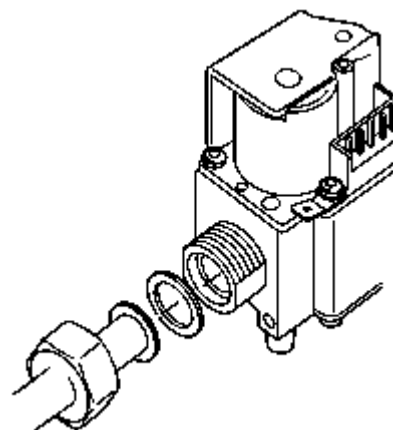

Рис. 4. Наружное резьбовое соединение с гайкой и уплотнительным кольцом
❶ С помощью гайки 1/2" и плоского уплотнительного кольца для 14-мм трубы (рис. 4)
❷ С помощью гайки 1/2" и плоского уплотнительного кольца для 15-мм трубы (рис. 4)
5 С помощью гайки 3/4" и плоского уплотнительного кольца для 15-мм трубы (рис. 4)
6 С помощью гайки 3/4" и плоского уплотнительного кольца для 18-мм трубы (рис. 4)